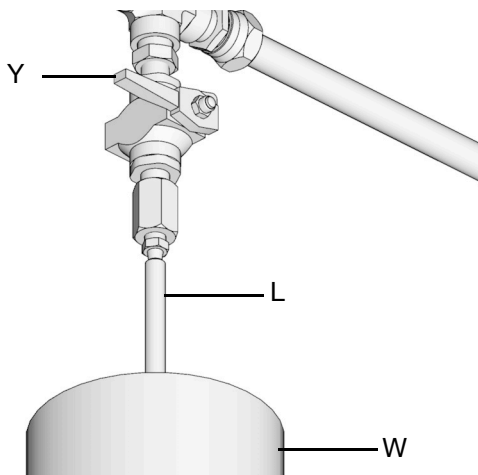

FIG. 30
- a. Para aliviar la presión entre la bomba de llenado (F) y la desconexión de llenado automático (B), abra válvula de alivio de presión de la manguera de suministro (Y) (FIG. 30). La presión se aliviará y el fluido sobrante se drenará por el tubo de drenaje (L) hacia el contenedor de desbordamiento de lubricación (W).